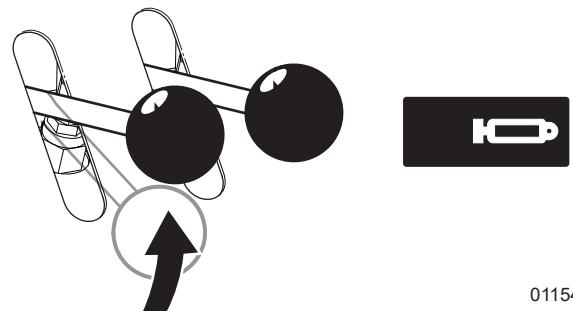

Figure 42—Le bloc de poussée est prêt pour le cycle suivant
- d. Lorsque le bloc de poussée est complètement rentré, la manette de contrôle de **rentrée du vérin de la fendeuse** se déplace automatiquement vers la position neutre (hors de la soupape de détente; *Figure 42*)